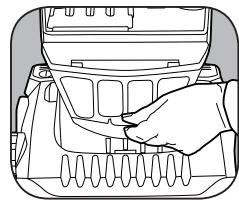

Fig. 1
1. Desenchufe la aspiradora. Retire la tapa del filtro debajo de la cubierta del compartimento para polvo (Fig. 1).